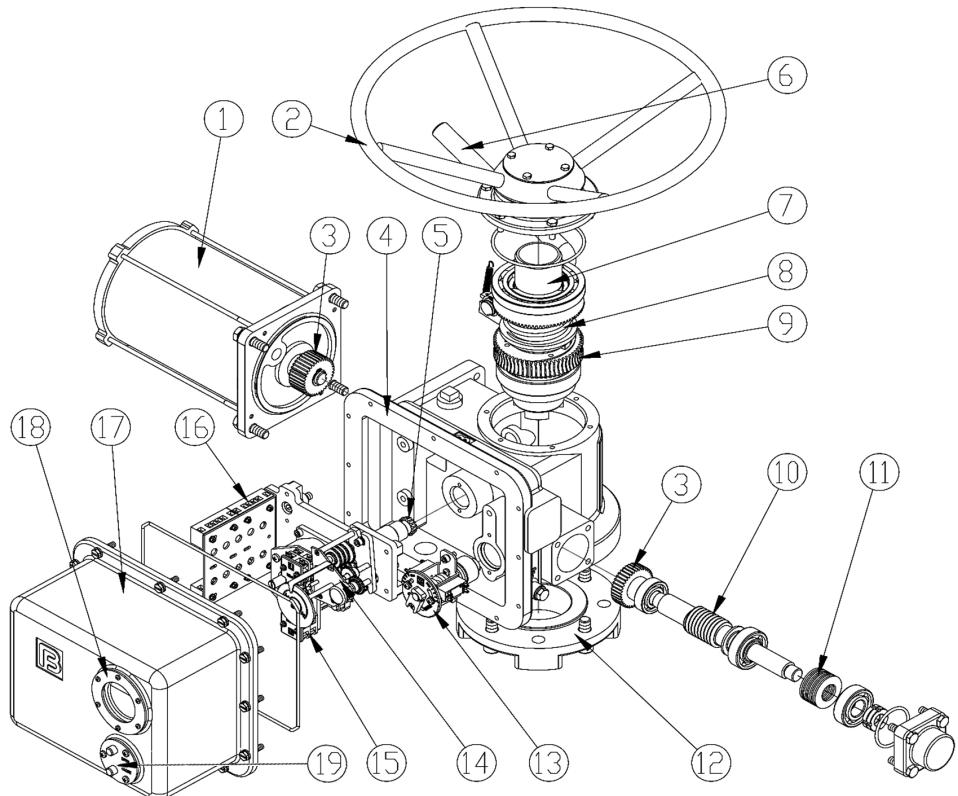
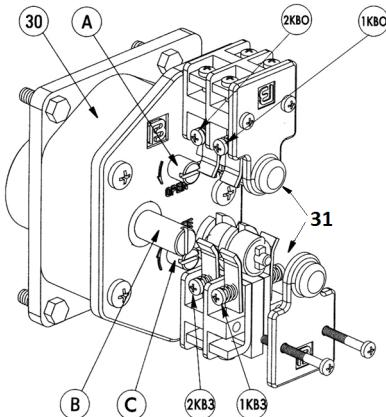

Рис.1 Электроприводы серии Г3-А, Г3-Б
Рис. 2 Ограничитель хода выходного вала
2.1 Электроприводы серии Г3-А, Г3-Б (рис. 1)
Ограничитель хода выходного вала состоит из редуктора 30 (рис. 2) и роторного механизма микровыключателей.
Двухсторонняя муфта ограничения крутящего момента (13) (рис. 1) состоит из червячного вала (10), сбалансированного по осевым перемещениям тарельчатыми пружинами (11) и ограничителя крутящего момента с пластиной С (рис 3).
Индикатор положения затвора арматуры (15) (рис. 1) состоит из набора установочных шестерен, потенциометра (40), регулируемых дисков с указателем положения затвора (47, 48). На стержне (42) имеется 4 зубчатых зацепления, позволяющих фиксировать шестерню (43), для трехступенчатой индикации положения затвора арматуры.
Вращение от электродвигателя (1) (рис.1) через прямозубую цилиндрическую шестерню (3) передаётся на червячный редуктор (9, 10), который обеспечивает вращательное движение выходного вала (7) и через кулачковую муфту преобразуется в поступательное движение штока затвора арматуры.
Ограничитель хода выходного вала (рис. 2) через переходной вал (5) (рис. 1) механически связан с выходным валом электропривода. После надлежащей настройки ограничитель хода выходного вала соответствует определенным положениям затвора. При достижении затвором арматуры этих положений срабатывают соответствующие микровыключатели, отключая электропитание электродвигателя.
Индикатор положения затвора арматуры (15) (рис. 1) механически связан с валом ограничителя хода выходного вала. После надлежащей настройки указания индикатора соответствуют определенным положениям затвора арматуры независимо от режима работы электропривода – ручного или электрического.